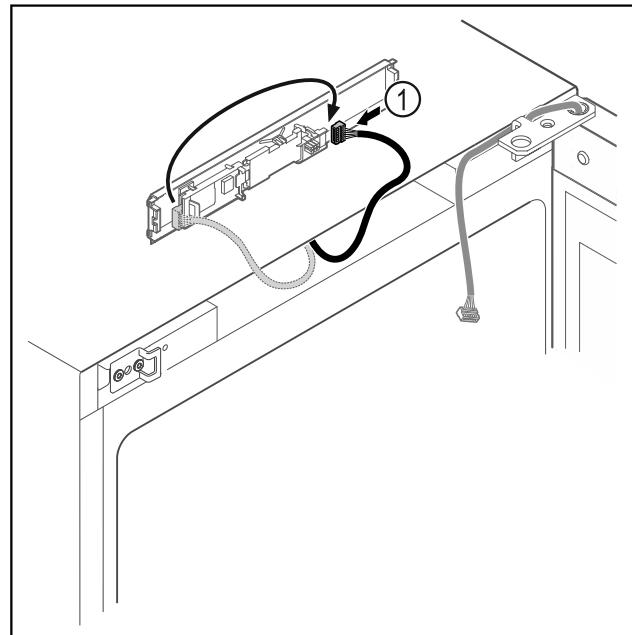

Fig. 17
- Stecker Fig. 17 (1) auf Platine umstecken.